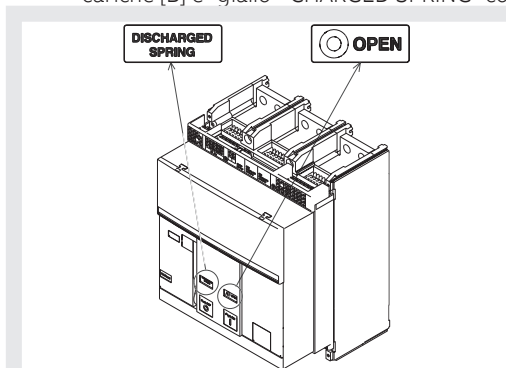

Figura 18
1. Controllare che l'interruttore sia aperto (segnalatore aperto/chiuso "O - OPEN"), e controllare che le molle siano scariche (segnalatore molle "bianco - DISCHARGED SPRING") come indicato in Figura 18.